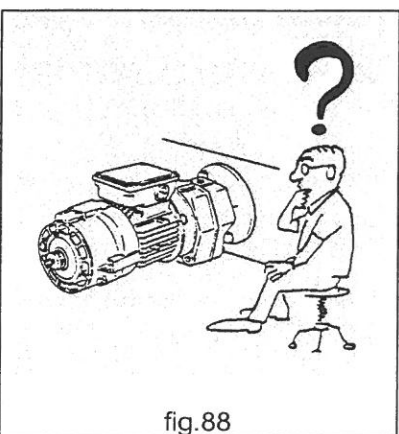

fig.88
- **MAI** affidare manutenzioni e riparazioni a personale non istruito dal costruttore (fig.88).